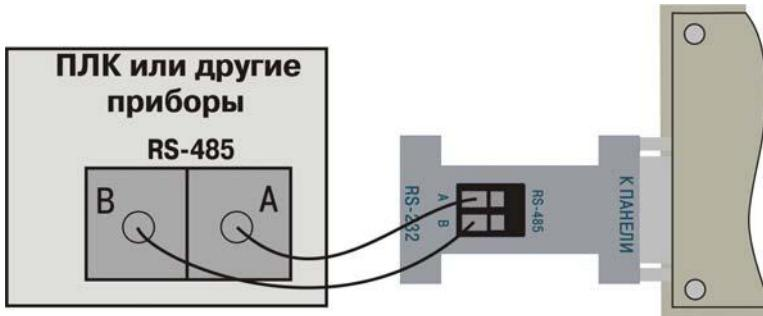

Рис. 6.1. Схема подключения интерфейса RSC485 для конфигурирования панели ИП320
2. Для связи с ПЛК по RS 485 – отсоединить нуль модемный кабель. Подсоединить провода к контактам А и В на переходнике и на ПЛК (см. рис. 6.1).